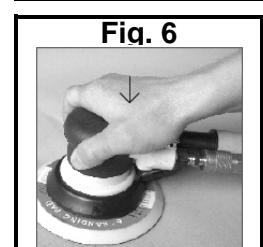

Fig. 6
8. Pour commencer le travail, tenez l'outil d'une main et appuyez sur le déclencheur avec la paume de votre main. (fig.6) **Remarque** : Vous pouvez régler la vitesse en tournant le régulateur.
8. Abra el regulador de velocidad al máximo, sostenga la herramienta con una mano mientras con la otra aprieta cuidadosamente el gatillo hasta el tope. Así la herramienta comienza a trabajar (Fig.6). **NOTA:** Puede controlar el suministro de aire y la velocidad de rotación girando el regulador de velocidad.